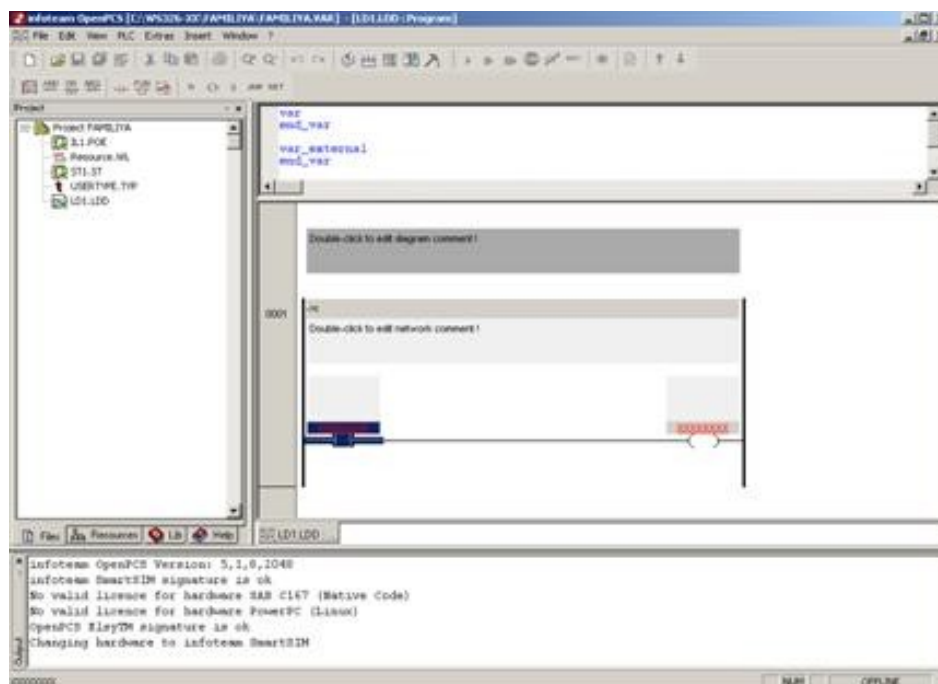

Рис. 22. Окно редактора LD
1. Остановите работу симулятора и создайте новый файл LD с именем LD1 . Поскольку ресурс для работы с симулятором уже создан, то все последующие задачи будут добавляться к нему, если это не оговорено особо. Окно редактора LD (рис.22.) выглядит довольно специфично.